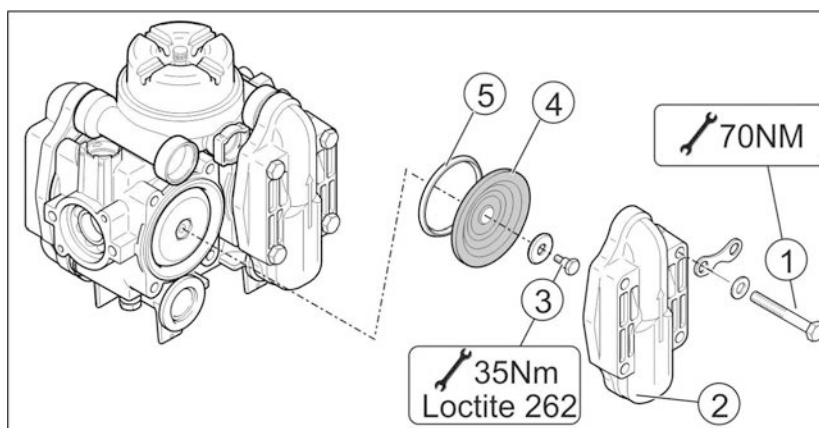

Bild 197
2. Blås ur förångaren (Bild 197/2) och varmvattnelementet (Bild 197/3) med tryckluft (max 5 bar).
3. Byt ut skadade tätningar (Bild 197/1) under locket .